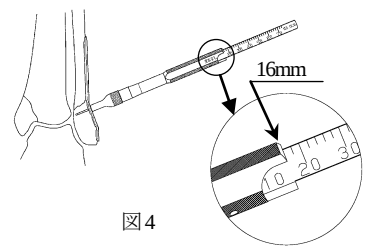

図4
- 3.5コーティカル用デプスゲージの先端をドリル穴内に挿入し、先端を海綿骨内で突き当たるまで挿入し、スケールを読み取ります。（図4）